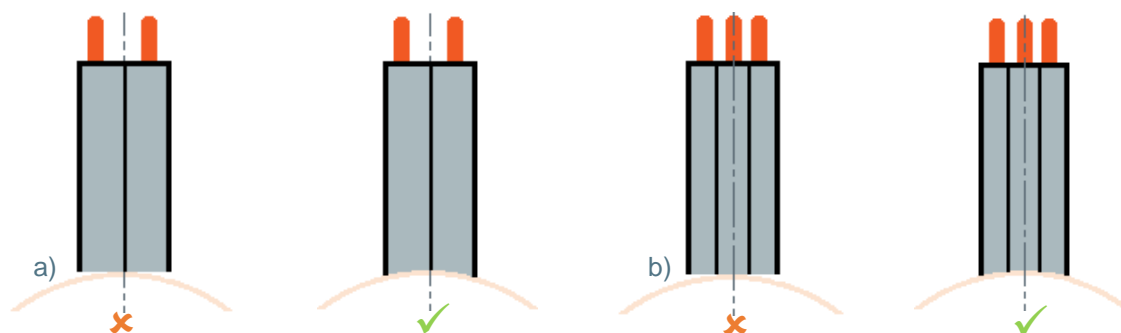

Fig. 2 – Pré-rodage incorrect (X) et correct (✓) de la face frottante d'un balai jumelé à deux tranches (a) ou à trois tranches (b)
- le rayon de courbure du collecteur est réduit, surtout s'il s'agit de balais divisés (fig. 2)
- pour un balai à deux tranches (figure 2.a) : sur la zone comprenant les arêtes des balais
- pour un balai à trois tranches (figure 2.b) : sur sa tranche médiane seulement, qui supportera toute la charge.